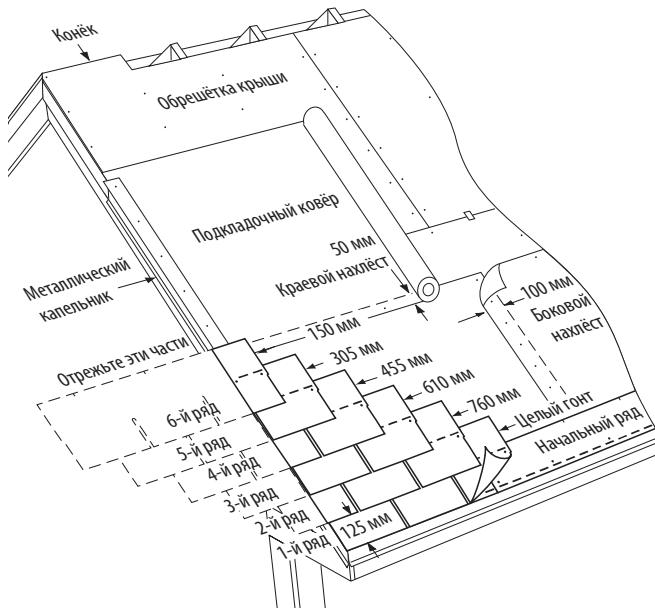

Рис. 10-8. Укладка первых 6 рядов на крышу со стандартным уклоном.
**1-Й РЯД:** Уложите целый гонт в левом нижнем углу крыши. Разместите язычки вровень с краями гонтов начального ряда. Таким образом герметик на полосовых гонтах начального ряда пристанет к язычкам гонтов первого ряда и позволит им не задираться при сильном ветре (Рис. 10-8).
1. Отрежьте 15 см от левой стороны гонта и уложите этот кусок длиной 76 см над гонтом первого ряда и поверх него, на одной линии с левым краем начального ряда. Оставьте 12,7 см язычки гонта первого ряда открытыми (Рис. 10-8).
2. Отрежьте 30,5 см от первого гонта третьего ряда, 45,7 см от первого гонта четвёртого ряда, 61 см от первого гонта пятого ряда и 76,2 см от первого гонта шестого ряда. Уложите каждый гонт левым краем в одну линию с предыдущим рядом (Рис. 10-8).